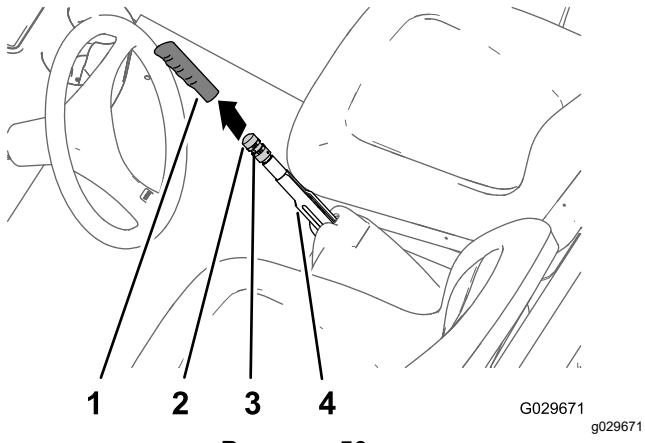

Рисунок 50
1. Снимите рукоятку с рычага стояночного тормоза (Рисунок 50).
2. Ослабьте установочный винт, который крепит ручку регулировки тормоза к рычагу стояночного тормоза (Рисунок 50).
3. Поворачивайте ручку регулировки тормоза до тех пор, пока усилие, требуемое для приведения в действие рычага стояночного тормоза, не достигнет 133–156 Н (Рисунок 50).
4. Затяните установочный винт и установите рукоятку на рычаг (Рисунок 50).
2. Ослабьте установочный винт (Рисунок 50), который крепит ручку регулировки тормоза к рычагу стояночного тормоза, выключите стояночный тормоз и ослабьте ручку регулировки тормоза.
5. Поворачивайте ручку регулировки тормоза (Рисунок 50) до тех пор, пока усилие,
- C. Поворачивайте ручку регулировки тормоза (Рисунок 50) до тех пор, пока усилие, требуемое для приведения в действие рычага стояночного тормоза, не достигнет 133–156 Н.
- Затяните установочный винт и установите рукоятку (Рисунок 50).